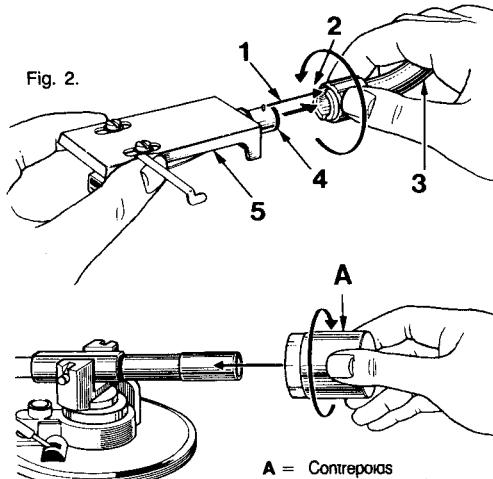

Fig. 3.
2. Fixez le contrepoids principal à l'arrière du bras (Fig. 3)
2. Ausgleichsgewicht am Ende des Tonarmes anbringen (Fig. 3)
2. Bevestig het contragewicht achteraan de toonarm (Fig. 3)
2. Fäst motvikten på tonarmens baksida (Fig. 3)